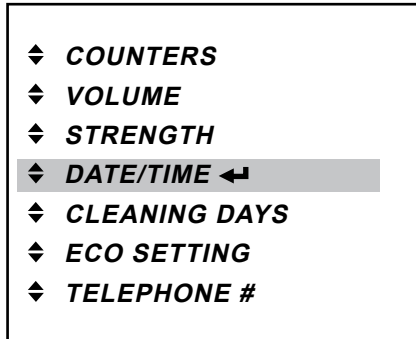

Fig. 41
1. Press the enter button  to access the «DATE / TIME» menu (fig. 41).